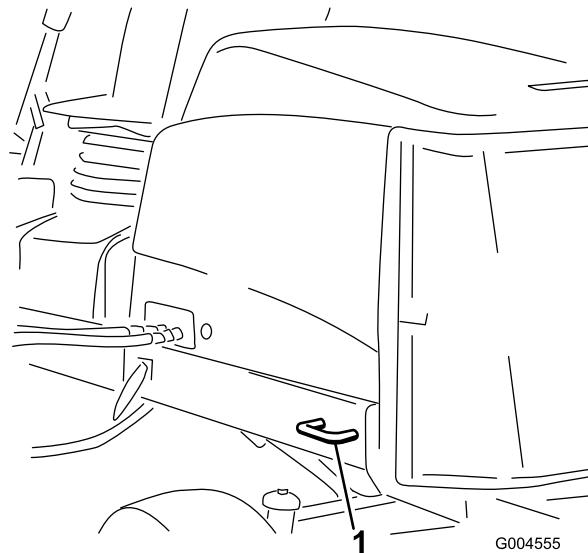

Figura 36
- **Parte trasera de la máquina** – a cada lado de la máquina, en el bastidor trasero (Figura 36).